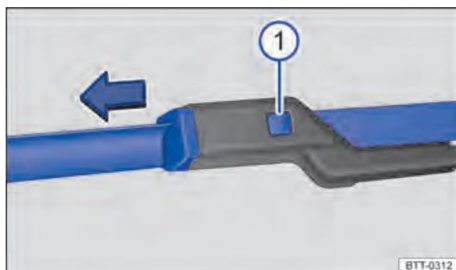

Figure. 137 Remplacement des balais d'essuie-glace.
- Maintenez le bouton de déverrouillage → fig. 137 **1** et, en même temps, déposer le balai d'essuie-vitre dans le sens de la flèche.